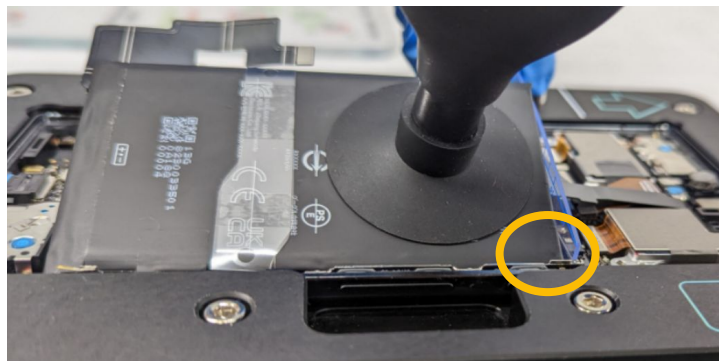

Fig. 1
- Alignez la **batterie** sur les angles indiqués par des cercles sur la figure. **(Fig. 1)**